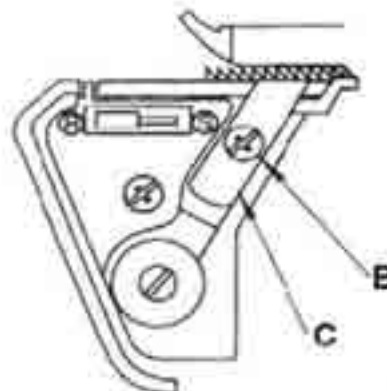

Fig. 111
2. Coloque la cuchilla superior 18 en posición de reposo (A).
3. Retire el tornillo en la cuchilla inferior 22 (B) y retire a continuación la cuchilla 22 (C) (fig. 111).